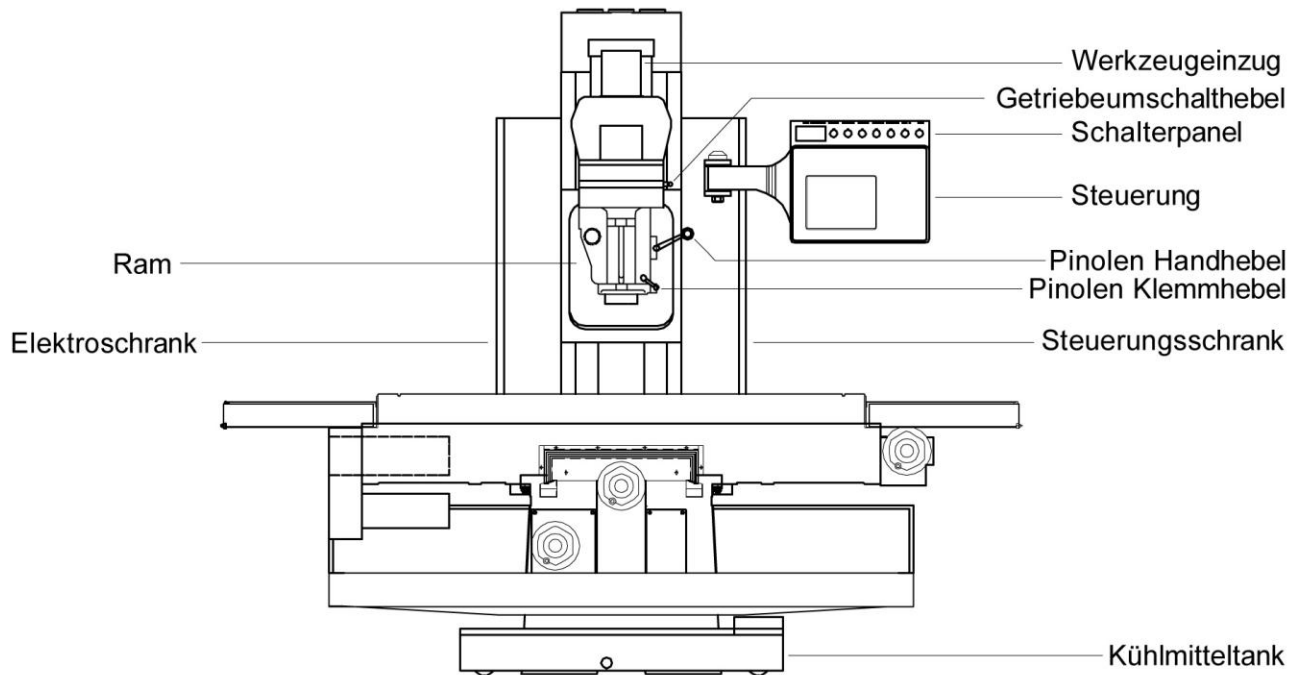

Bild 3.4.1 Ansicht
3.4 Maschinenspezifikation (Siehe Bild 3.4.1 und 3.4.2)